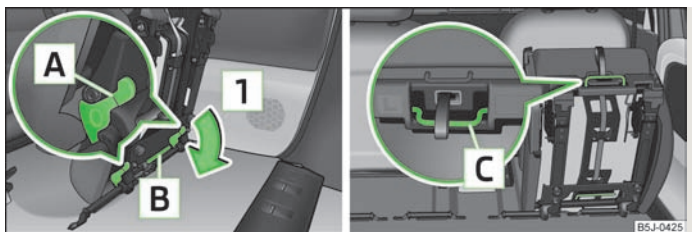

Fig. 39 Desbloquear el asiento abatido/asa en la banqueta
- Desbloquear el asiento abatido presionando los bloqueos de asiento **A** » fig. 39 en sentido de la flecha **1**.
- Abatir el asiento exterior hacia delante » página 54, *Abatir hacia adelante completamente los respaldos y el asiento* y desbloquearlo » fig. 39.